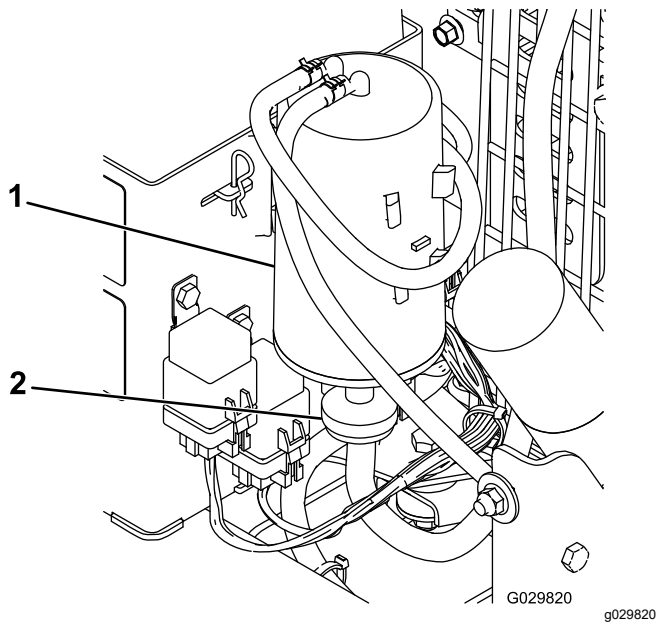

Figure 20
2. Déposez et mettez au rebut le filtre à air à charbon actif (Figure 20).